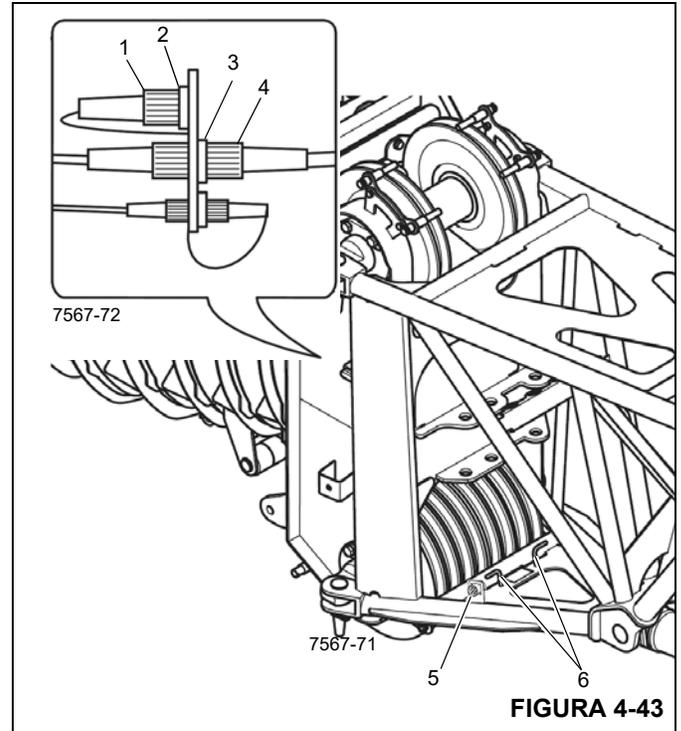

FIGURA 4-43
1. Retire el enchufe de puente (1) del receptáculo (3) y enchúfelo en el receptáculo de almacenamiento (2) (Figura 4-43).